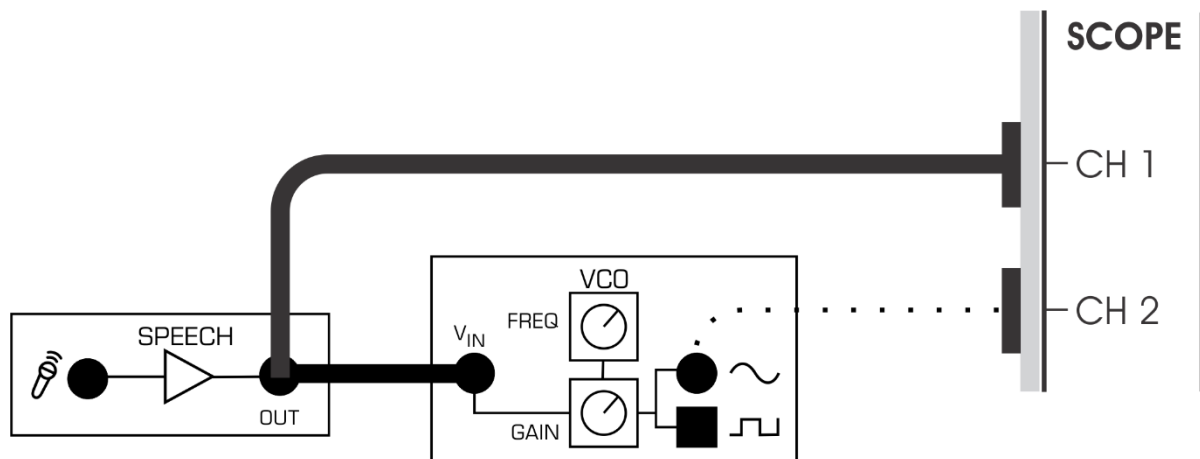

Рисунок 5: Генерация FM сигнала, модулированного речевым сообщением, с помощью модуля VCO
2. Сохраните неизменной предыдущую схему (рисунок 5).